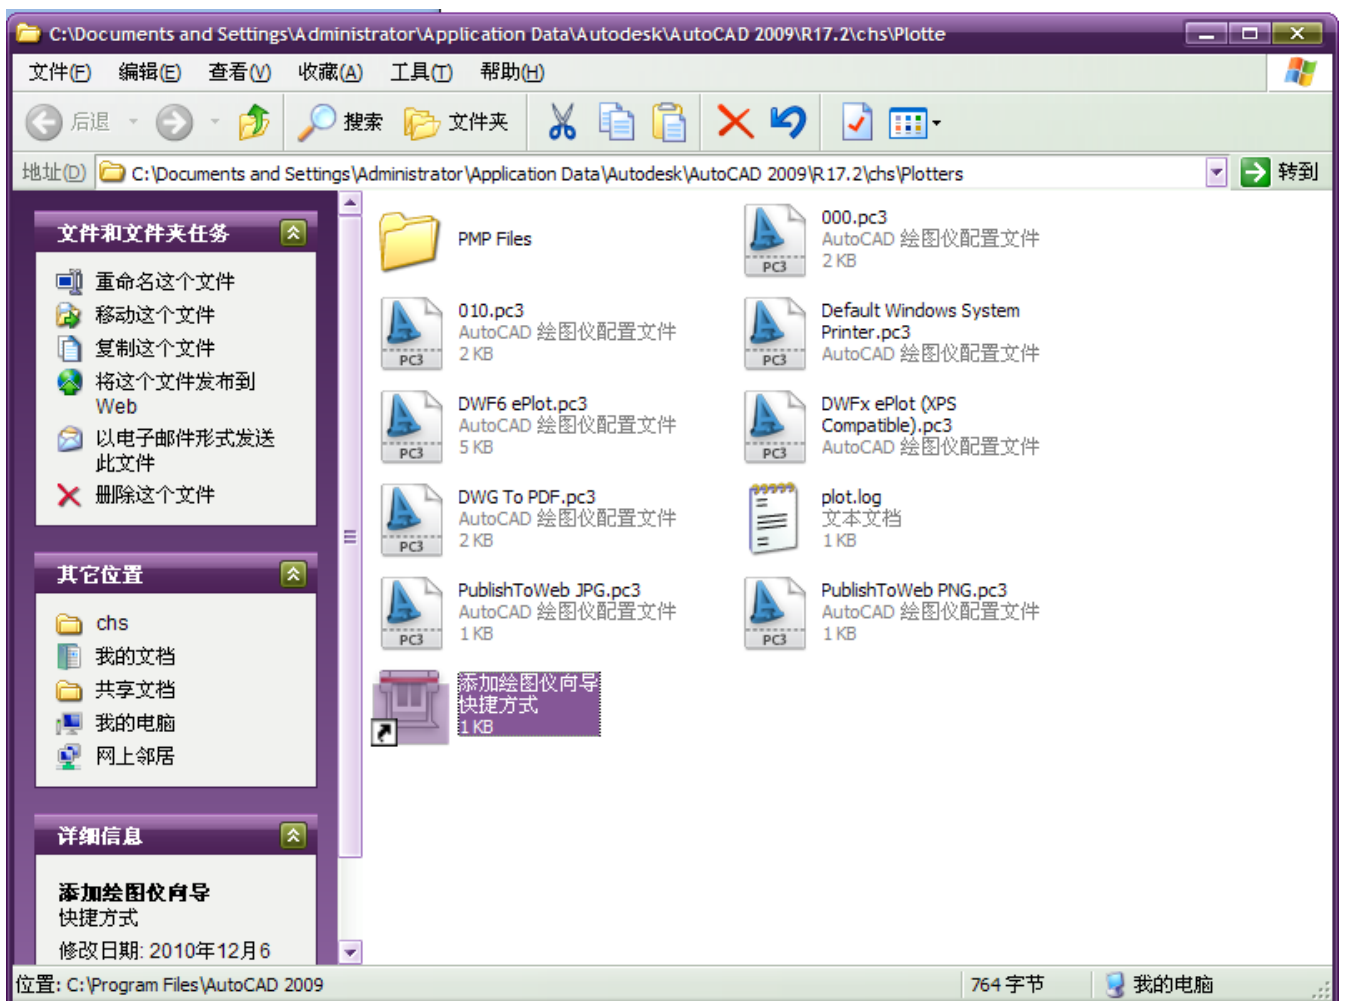
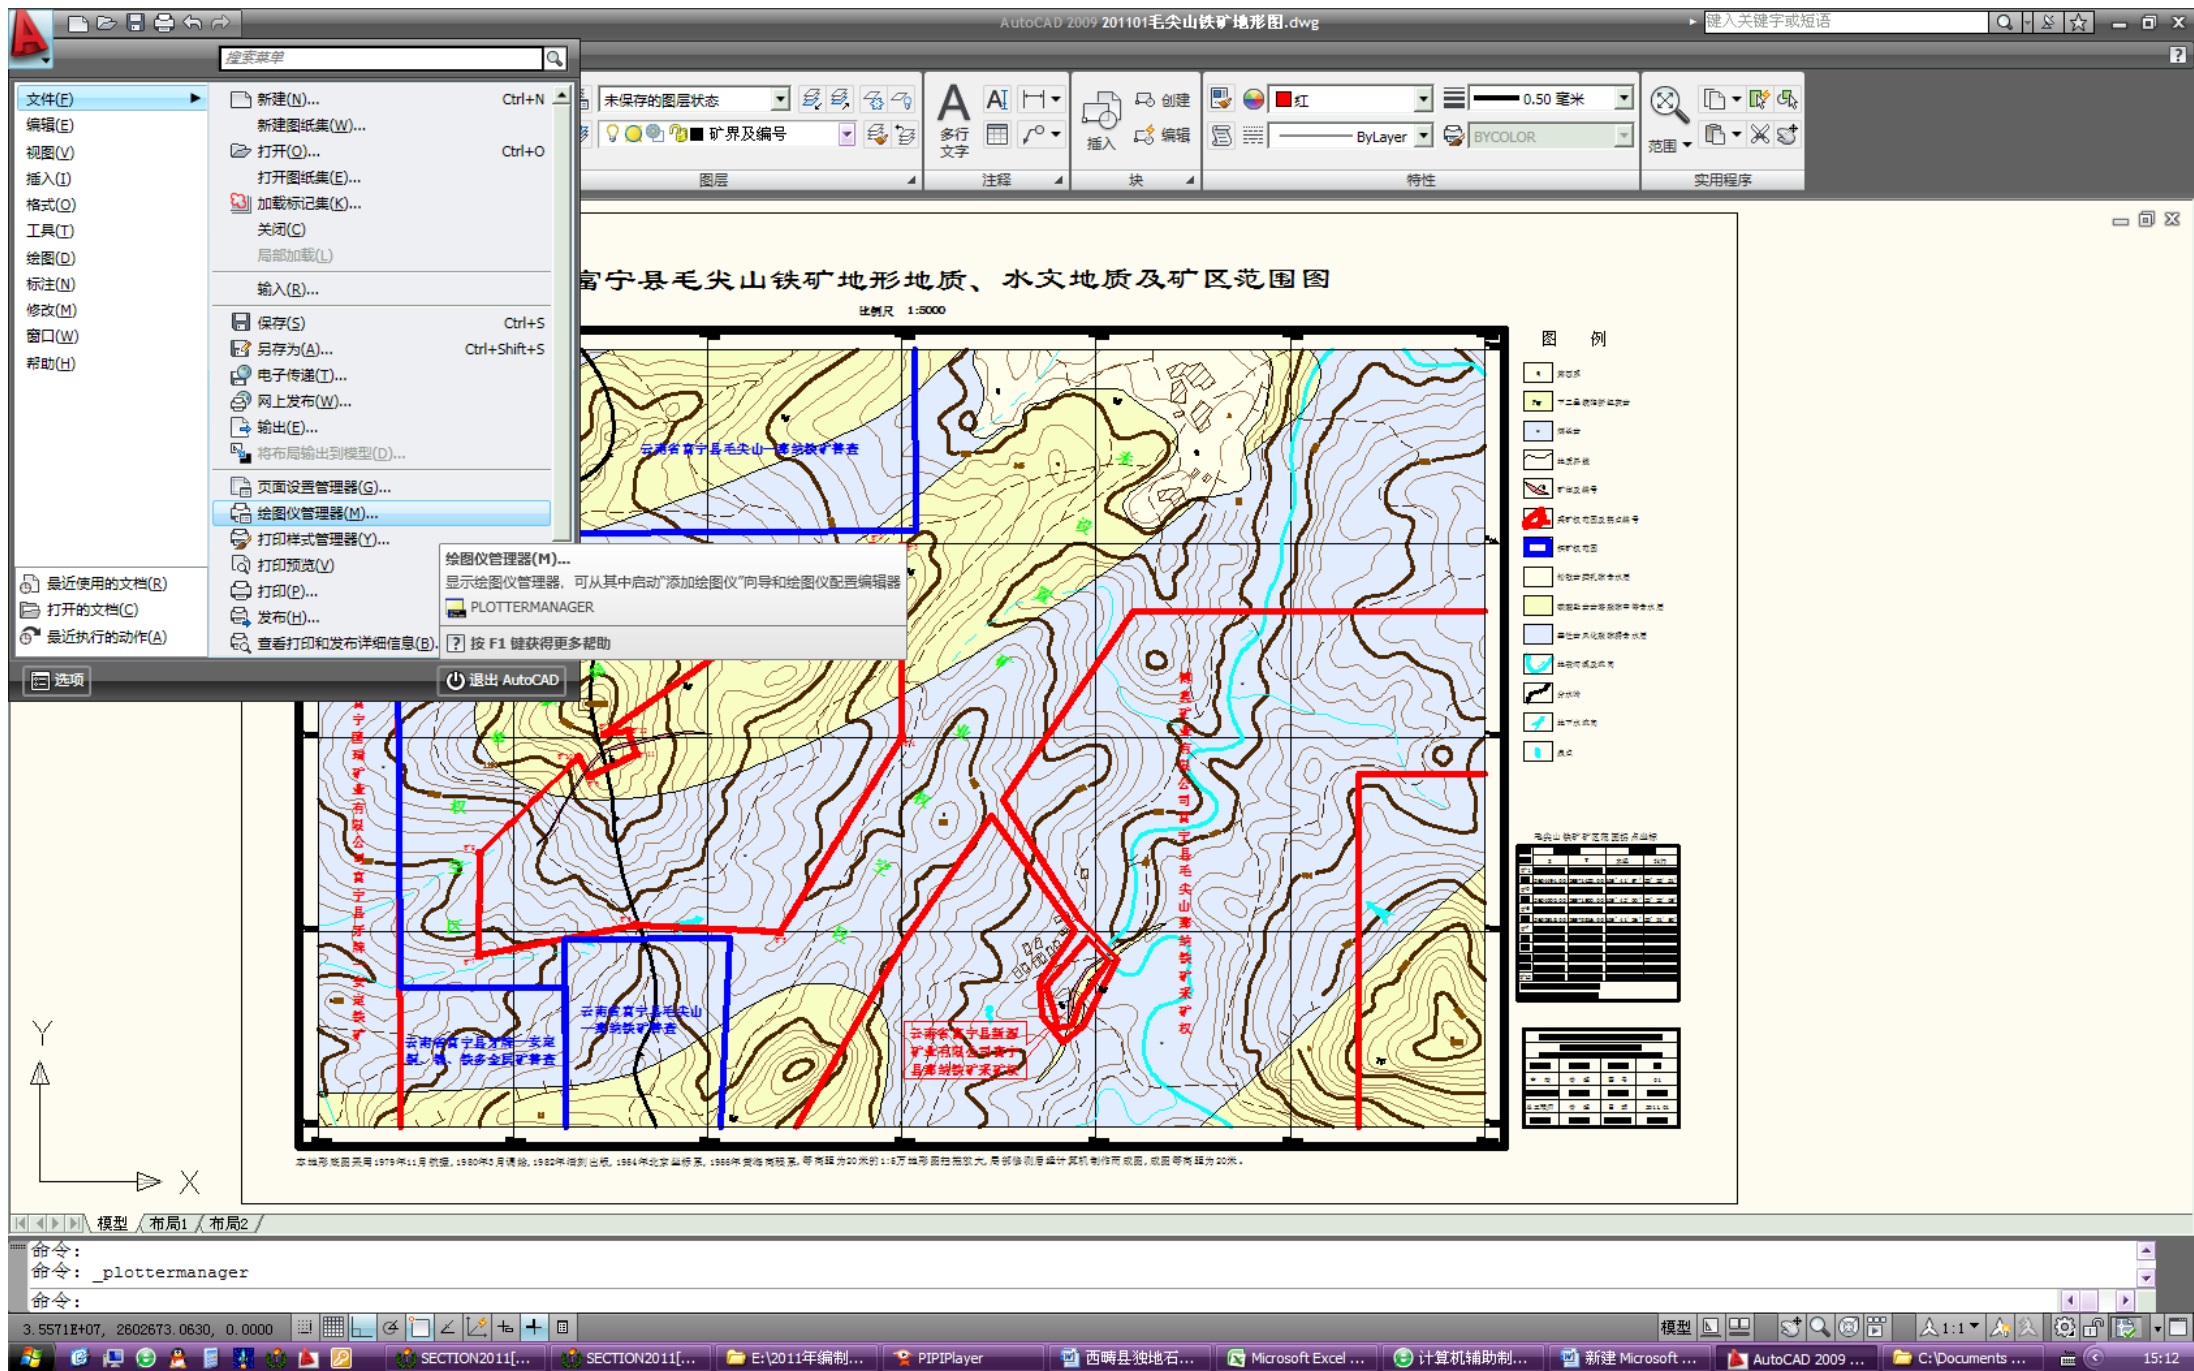

图 2 “添加绘图仪向导”文件夹
图1 “打开绘图仪管理器”方式
1、在 CAD 中文件菜单下选中“绘图仪管理”，打开“添加绘图仪向导”文件夹，如下图 1、图 2。
2、双击图 2 中“添加绘图仪向导”，添加绘图仪过程如下图所示：